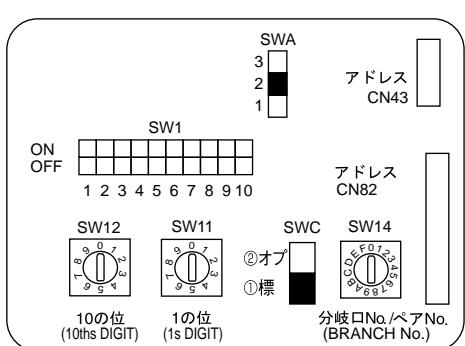

Fig. 6-4
6.5. De aansluitadressen instellen (Fig. 6-4)
6.6. Schakelaar voor verschillende plafondhoogten (Fig.6-4)
6.7. De kamertemperatuur oppikken met de ingebouwde sensor in een afstandsbediening (Fig.6-4)